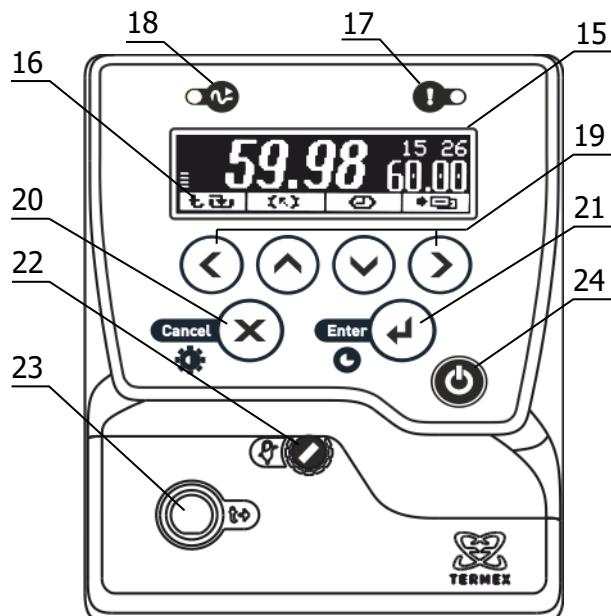

Рисунок 2 – Лицевая панель
Система безопасности блока регулирования отключает двигатель насоса и нагреватель при срабатывании хотя бы одной из защит или неисправности датчика температуры (1.2.13). При срабатывании системы безопасности раздается звуковой сигнал, загорается индикатор 17 (рисунок 2) и на дисплей 15 выводится информация о причине неисправности.
2.3.1 После подключения сетевого кабеля к электрической сети блок регулирования переходит в режим ожидания. Подключение сопровождается кратковременной подсветкой дисплея 15 (рисунок 2).
2.3.6 Для регулировки яркости подсветки или контраста дисплея нажать кнопку 20 (X), выбрать изменяемый параметр кнопками (▲) и (▼) и установить его значение кнопками (◀) и (▶). Зафиксировать изменение нажатием кнопки 21 (↔) (рисунок 2).
2.7.6 Для выбора уставки в качестве текущей кнопками (▲) и (▼) подвести к ней указатель. Значение отмеченной указателем уставки дублируется крупными цифрами в правой части дисплея. Для подтверждения выбора отмеченной уставки нажать кнопку 21 (↔). Для отмены выбора нажать кнопку 20 (✗) (рисунок 2).
2.7.7 Для изменения численного значения отмеченной указателем уставки нажать кнопку (►). На рамке, обрамляющей значение уставки в правой части дисплея, появятся “засечки”, указывающие на изменяемую позицию в численном значении. Цифра в отмеченной позиции мигает. Нажатиями кнопок (▲) и (▼) установить требуемую цифру в отмеченной позиции. Если удерживать кнопку нажатой, значение уставки будет изменяться непрерывно. Нажатиями кнопок (◀) и (►) переместить отметку изменяемой позиции. Дискретность изменения значения уставки зависит от положения изменяемой позиции: если отмечена позиция десятков, то при единичном нажатии кнопки (▲) или (▼) значение уставки изменится на 10 °C. Если отмечена позиция десятых долей, то значение уставки изменится на 0.1 °C соответственно. Закончить ввод нового значения уставки нажатием кнопки 21 (↔). Для возврата к значению уставки до ее изменения нажать кнопку 20 (✗) (рисунок 2).
2.8.3 При срабатывании защиты раздается звуковой сигнал и загорается красный индикатор срабатывания системы безопасности 17 (рисунок 2). Работа насоса и нагревателя будет блокирована. На дисплее отобразится текущее состояние системы защит.